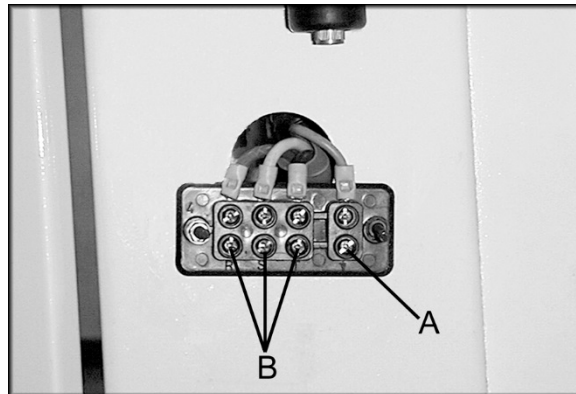

Рисунок 1
2. Снимите крышку клеммной колодки и присоедините провод заземления (А), рисунок 1.